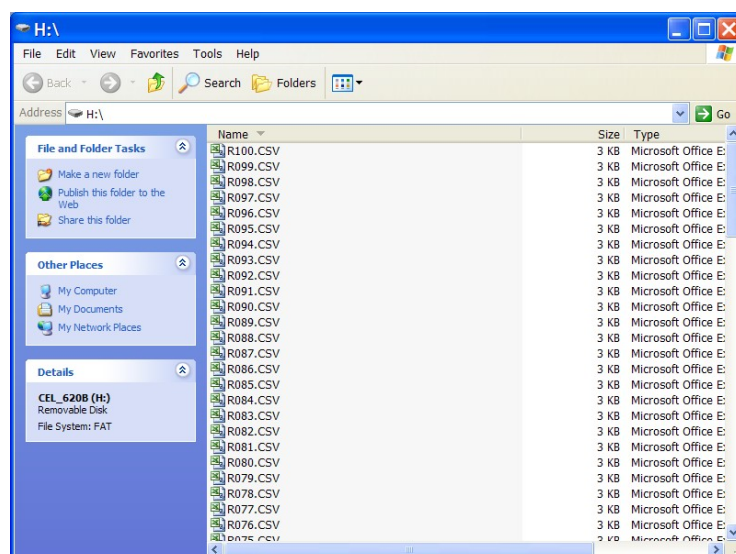

Abbildung 16 Dateien mit Messdaten
L. DATEN ABRUFEN (siehe Abbildung 16)